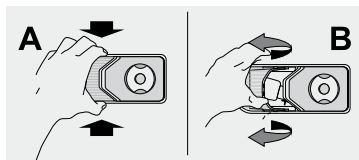

Figura 46
- Retire la tapa luz de la caja control haciendo presión hacia el centro (A) y luego extraerla hacia afuera (B), como lo indica la figura 46.